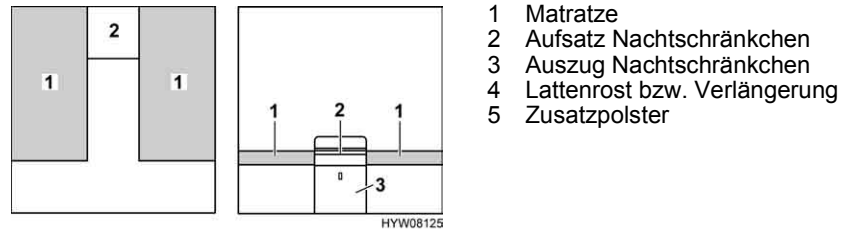

Bild 134 Vor dem Umbau
- Aufsatz des Nachtschränkchens (Bild 134,2) entfernen und beiseite stellen.